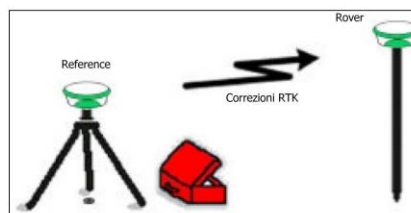

Figura 2 – Principio di funzionamento dell'RTK da singola stazione di riferimento
- le correzioni sono inviate al *rover* attraverso un mezzo di comunicazione (tipicamente un radio-modem o una connessione GSM o Internet) (figura 2).